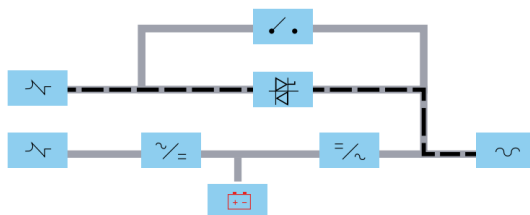

Рисунок 5.1. Включение линии статического байпаса
4. Следует обратить внимание на мнемосхему режима работы на главной странице, на которой будет показано анимированное изображение потоков энергии – после завершения самодиагностики ИБП переключится в режим байпаса (Рисунок 5.1). На выход устройства будет подано напряжение по линии статического байпаса ИБП.